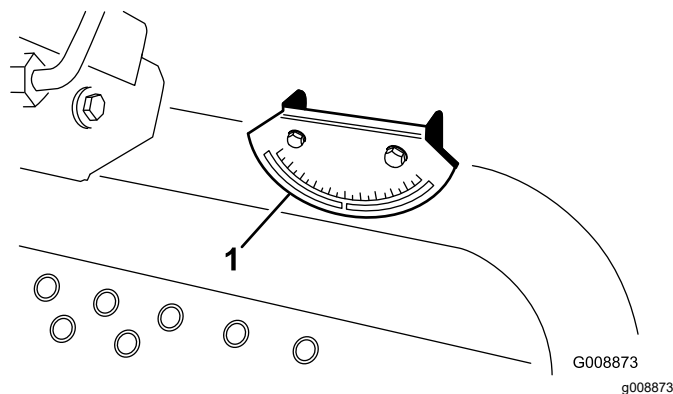

Figura 5
2. Compruebe la nivelación de la máquina colocando un inclinómetro de mano (suministrado con la máquina) sobre el travesaño del bastidor, junto al depósito de combustible (Figura 5). El inclinómetro debe marcar cero grados visto desde la posición del operador.